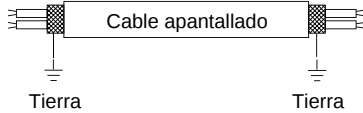

Fig. 5-4
- (5) Emplee cables apantallados para el cableado de control entre unidades (c) y ponga a tierra el apantallado de ambos lados, porque si no lo hace así, podría producirse un funcionamiento erróneo debido al ruido. (Fig. 5-4) Conecte los cables como se muestra en la sección “5-3. Diagramas del sistema de cableado”.